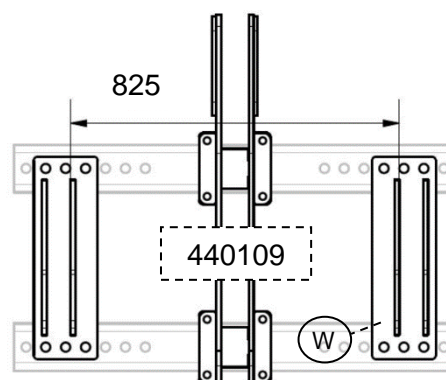
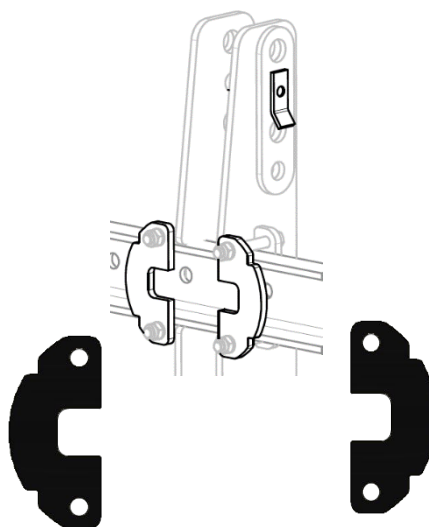

Bild.7.2
Bild.7.3
* - För att kunna montera fäste 440109 (Bild.7.2) så följer med varje DPX-plog 2st fixeringsplåtar art.nr. **432140** (se Bild.7.3)